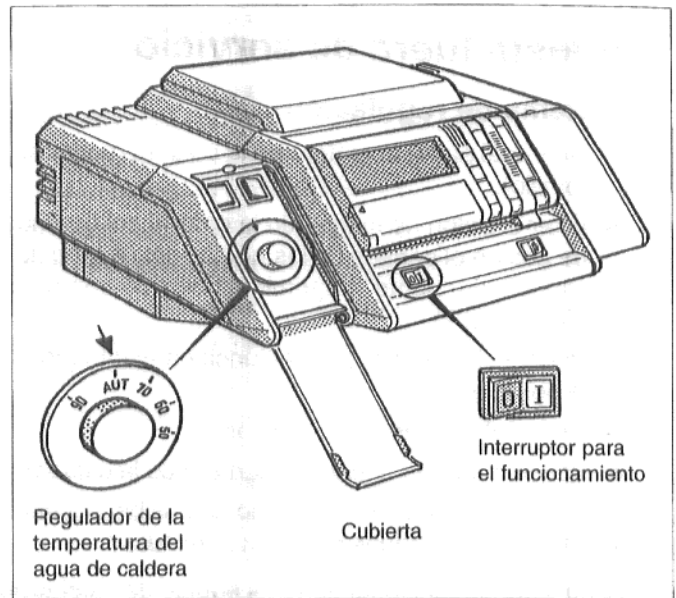

Fig. 5
- Abrir la cubierta izquierda del aparato de regulación (fig. 5).
- Poner el interruptor para el funcionamiento (fig. 5) en la posición "I".
- Ajustar el regulador de temperatura del agua de la caldera (fig. 5) a la temperatura deseada. En la "regulación Ecomatic", poner en posición "AUT".